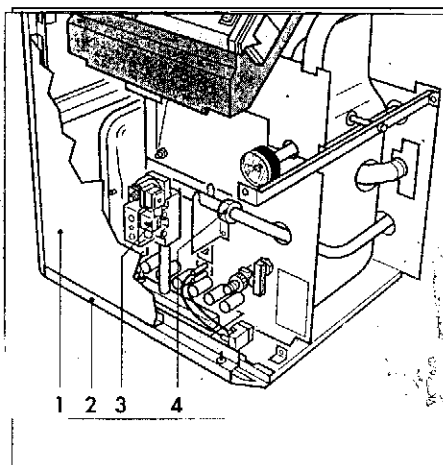

Рис. 10.6 Котёл, открытый для чистки горелки
Обозначения на рис. 10.6
- Установить на прежнее место нижний щиток (2, рис. 10.6, стр. 34) и закрепить его двумя винтами на облицовке котла
- Установить на прежнее место переднюю стенку облицовки котла (1, рис. 10.6, стр. 34). Надеть предохранительную цепочку.